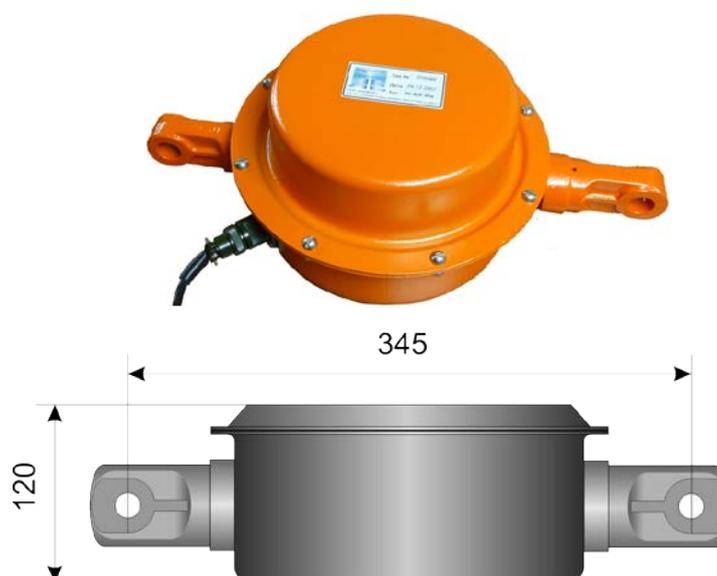

Рис. 5
6.5. Датчик усилия в грузовом канате, Рис.5, преобразует натяжение, создаваемое в грузовом канате массой поднимаемого груза, в электрический сигнал. Представляет собой S-образный тензометрический преобразователь фирмы Тензо-М класса точности 0,03% смонтированный вместе с предусилителем в стандартном или оригинальном корпусе с сохранением посадочных размеров для удобства монтажа.